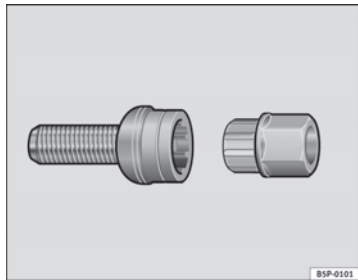

Abb. 181 Diebstahlhemmende Radschrauben
- Setzen Sie den Adapter bis zum Anschlag in der diebstahlhemmenden Radschraube ein ⇒ Abb. 181.